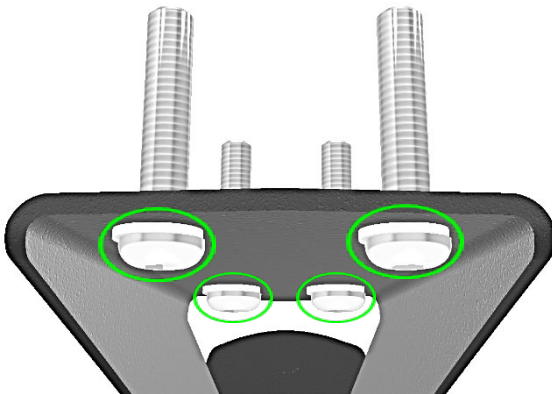

Abbildung 3
- Die Inbusschrauben (**Artikel 5**) vom Kit mit den Unterlegscheiben (**Artikel 6**) durch den Kennzeichenhalter, die Distanzplatte (**Artikel 3**) und die untere Abdeckung am Motorrad führen (**Abbildung 3**)